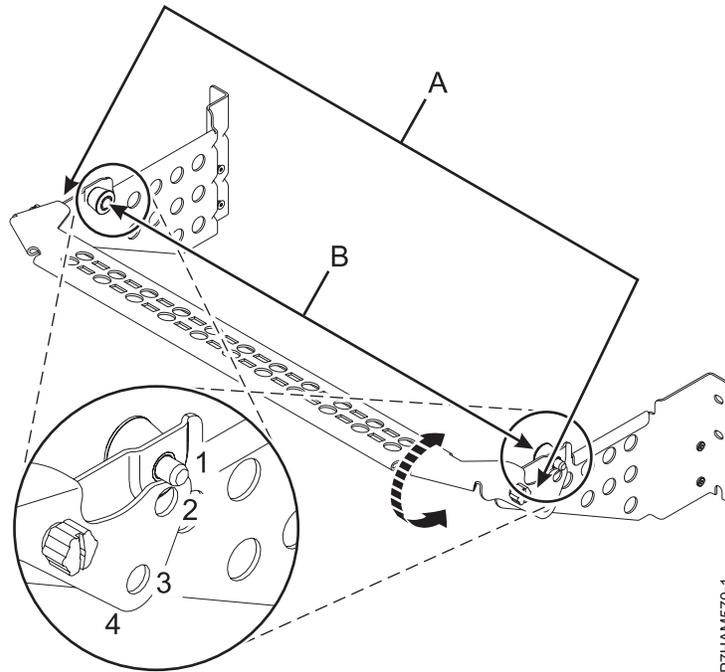

Figure 10. Positions de la rotation du passe-câbles
- Utilisez le passe-câbles pour fixer l'unité d'extension 58/02 ou 58/77 à l'armoire si vous prévoyez de fournir une organisation étendue pour les câbles et les cordons utilisés pour la connexion à l'unité d'extension. Le passe-câbles contient un panier qui opère une rotation dans les positions suivantes, comme illustré dans figure 10, à la page 12.
- Le panier pivote dans la position la plus élevée (1) pour permettre l'exécution de tâches de maintenance sur l'unité d'extension 58/02 ou 58/77. Puisque cette position nécessite que le bord supérieur des supports latéraux de tiroir (A) pivote complètement sous les verrous éclipseables des bras fixes (B), le panier n'est pas verrouillé dans cette position.
- Le panier pivote dans une position de niveau (2) lorsqu'aucune action de maintenance de matériel n'est effectuée sur l'unité d'extension 58/02 ou 58/77 ni sur le matériel adjacent. Les supports latéraux de tiroir (A) contiennent des trous dans lesquels les verrous éclipseables des bras fixes (B) sont insérés, ce qui permet de verrouiller le tiroir dans cette position.
- Le panier pivote dans la position inférieure suivante (3) pour permettre l'exécution de tâches de maintenance sur le matériel installé dans l'espace directement au-dessus de l'unité d'extension 58/02 ou 58/77. Les supports latéraux de tiroir (A) contiennent des trous dans lesquels les verrous éclipseables des bras fixes (B) sont insérés, ce qui permet de verrouiller le tiroir dans cette position.
- Le panier pivote dans la position la plus basse (4) si davantage d'espace est nécessaire pour fermer la porte arrière de l'armoire. Puisque cette position nécessite que le bord inférieur des supports latéraux de tiroir (A) pivote complètement sur les verrous éclipseables des bras fixes (B), le panier n'est pas verrouillé dans cette position.